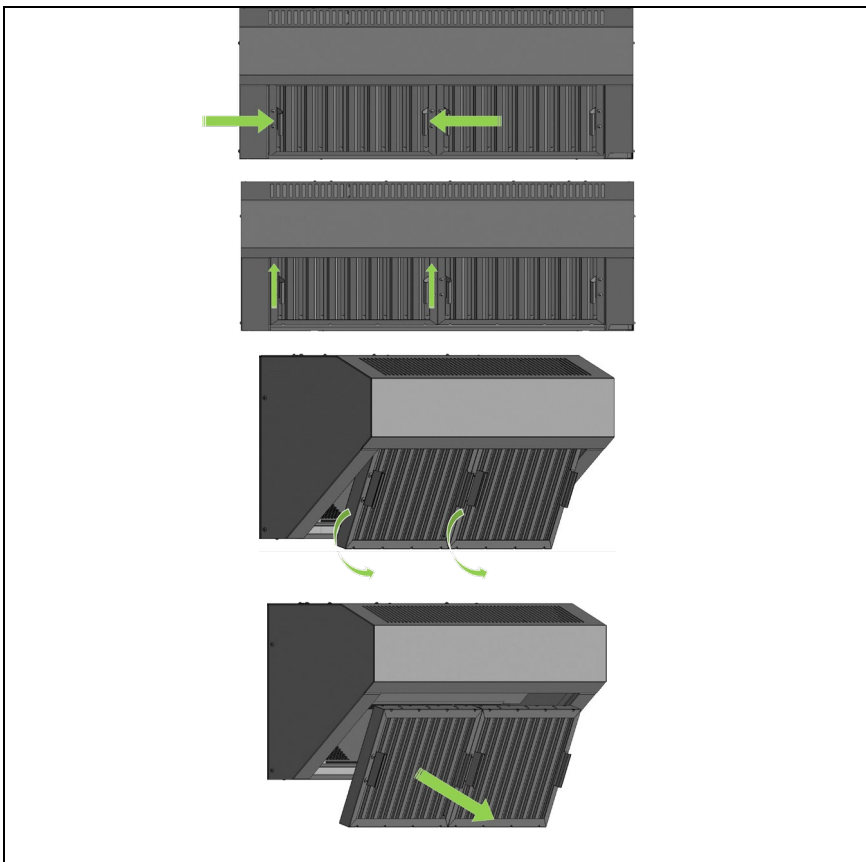

Abb. 5: Flamschutzfilter entfernen
4. Für die Montage der Filterhaube (Pos. 1) auf dem Gerät, muss diese vorbereitet werden. Dafür die beiden Flamschutzfilter aus der separat verpackten, vorderen Gehäuseabdeckung entfernen. (Abb. 5)